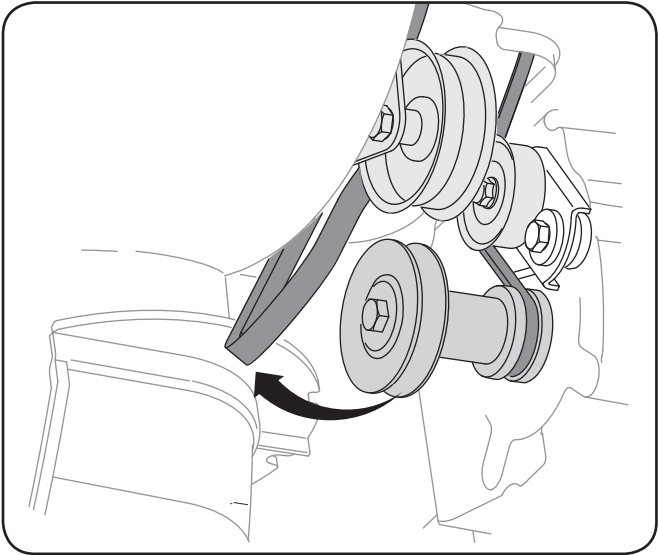

Fig. 7-3
5. Démontez le couvre-châssis du dessous de la souffleuse en retirant les quatre vis auto-taraudeuses qui le maintiennent en place. Voir la Fig. 7-3.
Dégagez la courroie de la tarière de la poulie motrice. Voir la Fig. 7-3.